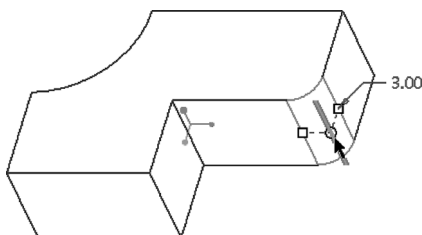
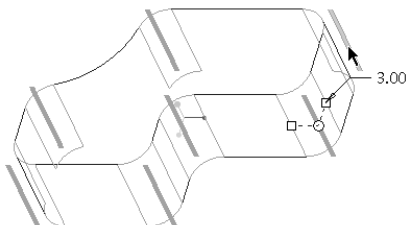

图 6-90 选择边参考
图 6-91 选择多个边参考
3) 在图形窗口中，选择要通过其创建倒圆角的参考 1，如图 6-90 所示；接着按住〈Ctrl〉键的同时为活动倒圆角集依次选择其他边参考，如图 6-91 所示。